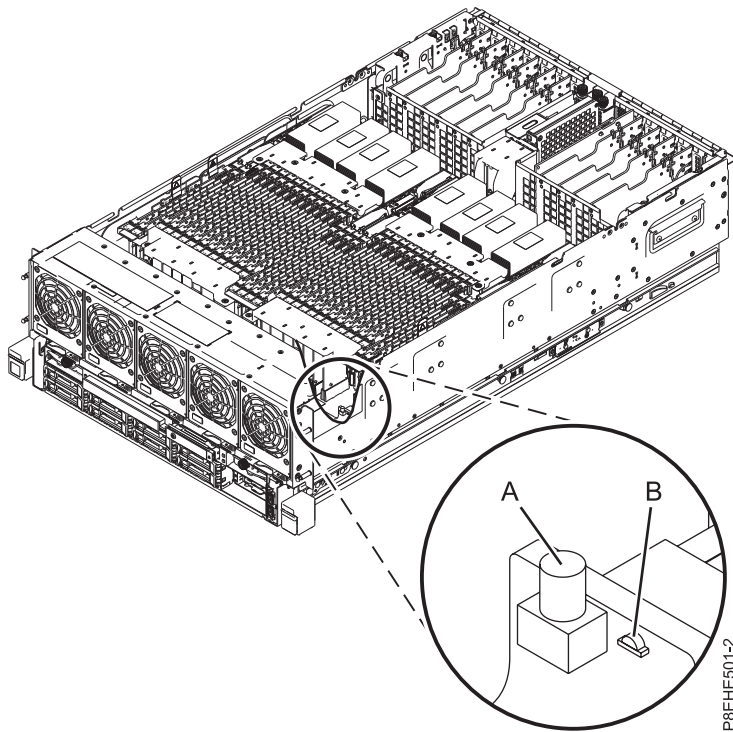

Abbildung 8. Kennzeichnungs-LED aktivieren
2. Drücken Sie die Taste **(A)** an der Rückwandplatine des Systems, wie in Abb. 8 auf Seite 14 gezeigt, um die Kennzeichnungs-LED zu aktivieren. Überprüfen Sie, ob die LED **(B)** leuchtet, um sicherzustellen, dass ausreichend Netzstrom für die Kennzeichnungs-LED vorhanden ist. Leuchtet die LED **(B)** nicht, verwenden Sie den Positionscode zur Ermittlung der physischen Position mithilfe des Servicetiketts.